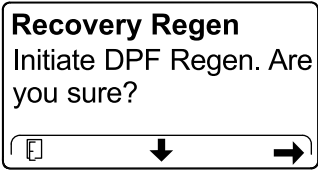

Figura 62
4. En la pantalla INITIATE DPF REGEN (Iniciar regeneración de DPF), pulse el botón derecho para continuar (Figura 62).